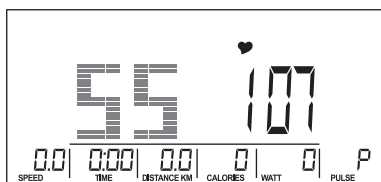
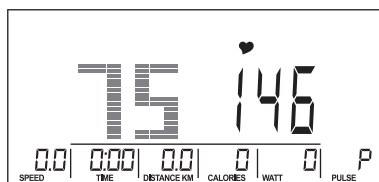
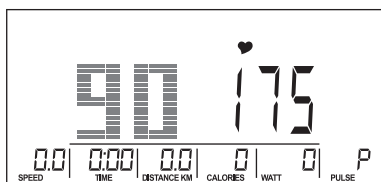

Fig. 15
Fig. 16
Fig. 17
2. Pulse MODE para confirmar los ajustes. Use la perilla para seleccionar un nivel máximo de frecuencia cardíaca del 55 % (Fig. 15), 75 % (Fig. 16), 90 % (Fig. 17).